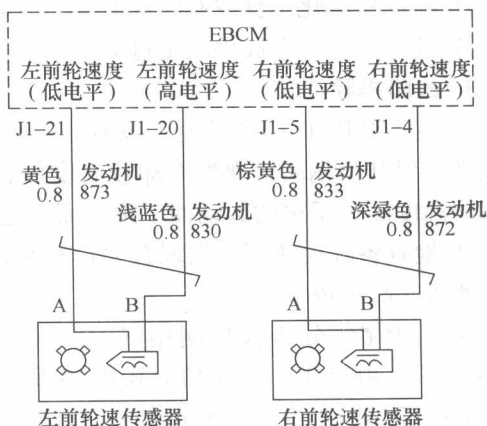

图 1-5 轮速传感器电路图
(6) 继续利用万用表测量轮速传感器插头的线束侧是否存在搭铁短路或对电源短路的故障, 经用万用表测量发现, B 脚对应的深绿色线搭铁电阻为 1Ω , A 脚棕黄色线搭铁电阻为无穷大, 怀疑 B 号脚线路搭铁短路。
(7) 顺着该线束的走向查看线束有无磨破的现象。经过仔细检查, 未见线束有磨损破皮的痕迹。既然线束没有搭铁短路的现象, 那么 B 号脚对应线的搭铁电阻怎么会是 1Ω 呢? 从相关电路图 (图 1-5) 上分析看, 正确的阻值应该是无穷大。鉴于测量工具已经经过校准, 可以确定没有问题, 难道是测量的方法或测量的条件不满足? 此时忽然想到, 测量电阻的条件中有一条就是在被测电路中应该没有电源, 即被测线路的两端都必须断开的, 如果不能确定被测线路的电源是否被完全隔绝, 可以采用断开蓄电池接线的方法。
(8) 将 EBCM 端的线束插头 J1 断开, 重新在 A、B 脚处测量搭铁电阻, 此时线路搭铁电阻均为无穷大。根据测量结果, 可以确定线路不存在搭铁短路的情况, 再次测量也没有对电源短路现象, 线束也不存在问题。
(9) 利用故障诊断仪 TECH2 能够对控制单元进行诊断, 说明控制单元的电源与搭铁正常。EBCM 端与 J1-4、J1-5 对应的针脚也没有松动的迹象。考虑到线路断路也会导致 EBCM 接收不到轮速传感器的信号, 于是测量 J1-4 与 #B、J1-5 与 #A 之间的导通性, 测得电阻为 0.3Ω , 参数正常。但在测量时发现, J1-4 比其余的针脚明显凹陷。可能是 J1-4 脚缩针, 导致 EBCM 不能获得右前轮轮速传感器的信号。